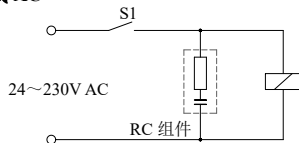
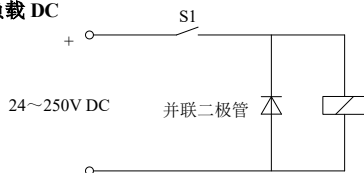
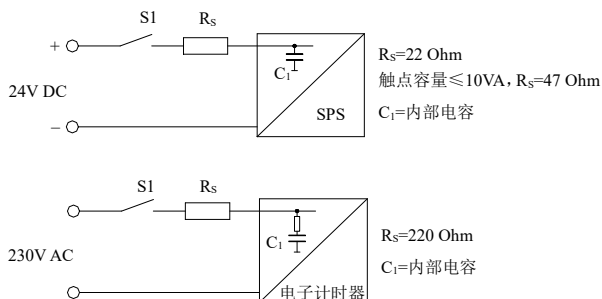

图 11 触点保护电路图（电感负载 AC）
图 12 触点保护电路图（电感负载 DC）
图 13 触点保护电路图（电容性负载）
**警告！** 使用带感性负载或容性负载的磁性开关可能导致干簧开关损坏，这可能引起控制线路故障，并对人员或货品造成损伤。感性交流负载时，开关必须与一个 RC 保护电路连接，如图 11 所示。感性直流负载时，开关必须与一个二极管保护电路连接，如图 12 所示。容性负载时，当连接电缆长于 50m 或与带容性输入电路的 PLC 连接时，则需要串联连接一个  $22\Omega$  的电阻，触点容量为 10VA 时，开关必须串联一个  $47\Omega$ ，如图 13 所示，以限制峰值电流的产生。当连接一个电子计时器时，应接入一个  $220\Omega$  的电阻器。